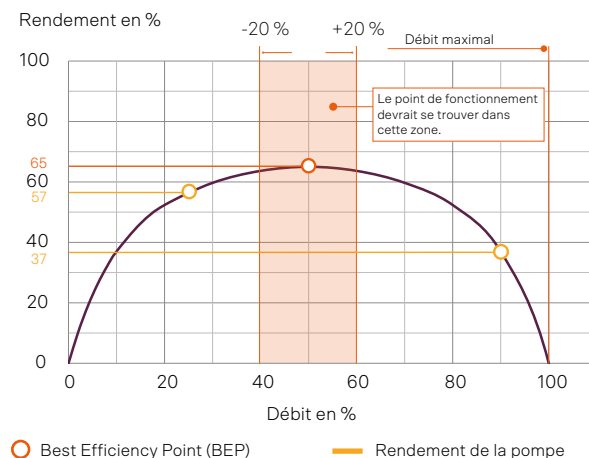

Fig. 7: Le point de fonctionnement idéal est compris entre 40 % et 60 % du débit maximal.
- Puissance électrique au point de fonctionnement théorique = 4,5 kW / 0,65 (voir fig. 7 au BEP) = 6,9 kW
- Puissance électrique de la pompe bridée = 21 kW / 0,57 (voir fig. 7) = 36,1 kW